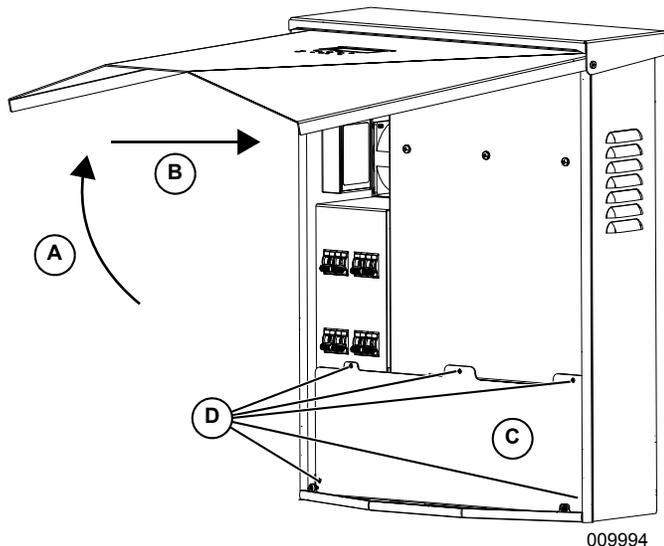

Figura 5-2. Compartimiento de cableado
4. Consulte la Figura 5-2. Para abrir la cubierta delantera del inversor, levante la parte inferior hasta una posición horizontal (A) y empújela hacia adentro (B).
5. Ubique la cubierta del compartimiento de cableado (C).
6. Retire los cinco tornillos M4X10 (D) y la cubierta del compartimiento de cableado.